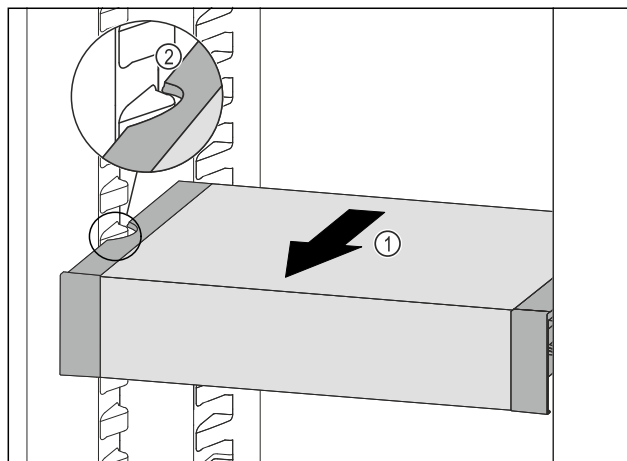

Fig. 40
- ▶ Træk VarioSafe fremefter Fig. 40 (1), indtil udsparringerne i siden på VarioSafe er på niveau med beholderribben i kølesektionen. Fig. 40 (2)